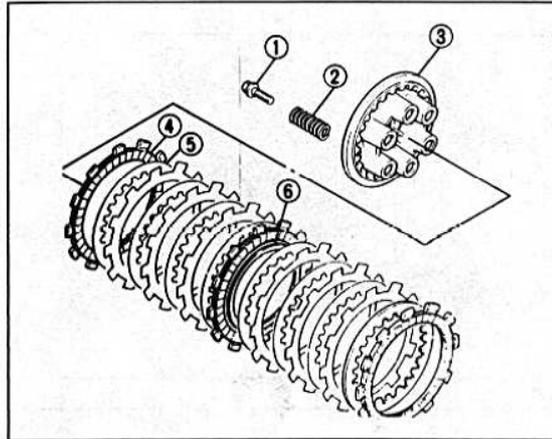

Bild 179
- Die Schrauben der Kupplungsfedern lösen und abnehmen. Die Schrauben gleichmässig lösen (Bild 179).